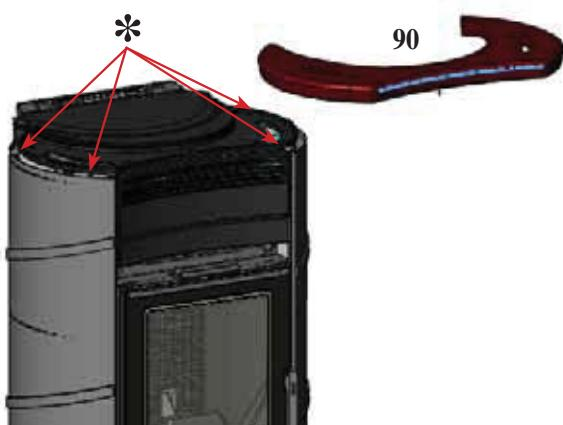

fig. 4
- Encazar las baldosas de cerámica (70) en las placas (6)
- Interponer 2 distanciadores de silicona (150) en la parte posterior entre la base de arrabio y la placa inferior derecha (139) - ver part. Y - fig. 4.
## MONTAJE DE LA TAPA DE CERÁMICA (fig. 4)